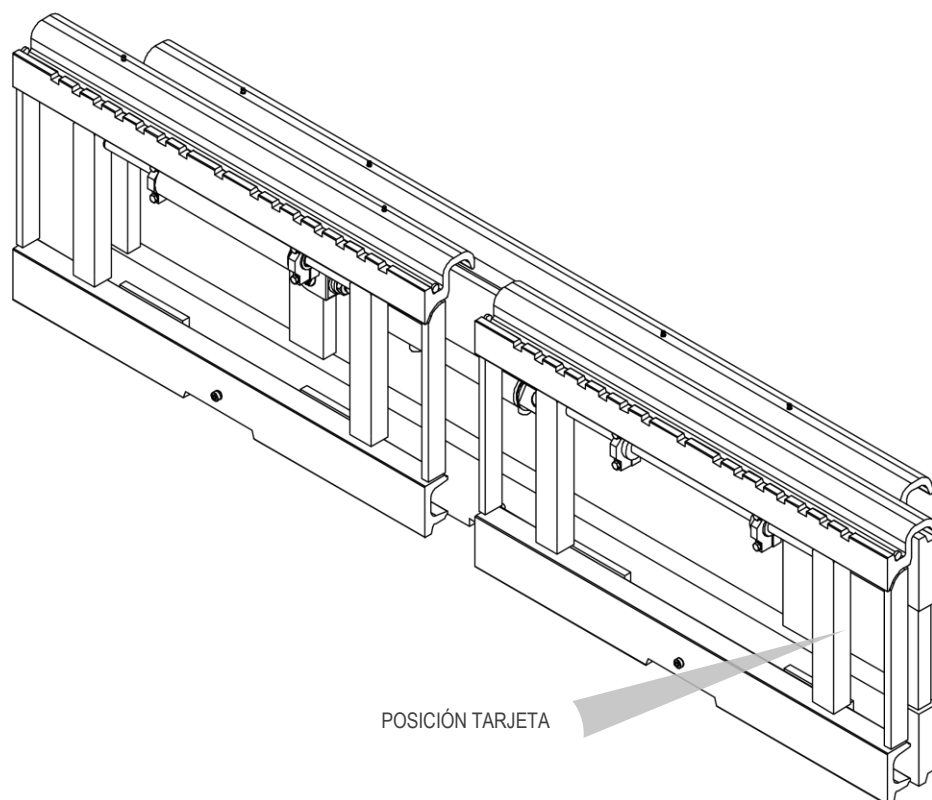

Figura 1
Todos los implementos A.T.I.B. - “DOBLE DESPLAZADOR TIPO 107.2 | TRIPLE DESPLAZADOR TIPO 107.3” son identificados de una tarjeta adhesiva (mira *Tabla 1*) puesta sobre el implemento (la posición de la tarjeta puede variar según el implemento, mira *Figura 1*). Siempre referirse a la matrícula.
7. Para la manipulación, utilice correas o cadenas del tamaño adecuado para el peso del implemento indicado en la tarjeta (mira *Figura 1* y *Tabla 1* a pag. 6).
12. Conecte el circuito hidráulico; asegurándose de que la presión de trabajo de las tuberías sea superior o igual a la indicada en la tarjeta identificadora (mira *Figura 1* y *Tabla 1* a pag.6).
4. Para la manipulación, utilice correas o cadenas del tamaño adecuado para el peso del implemento indicado en la tarjeta (mira *Figura 1* y *Tabla 1* a pag. 6).
9. Conecte el circuito hidráulico; asegurándose de que la presión de trabajo de las tuberías sea superior o igual a la indicada en la tarjeta identificadora (mira *Figura 1* y *Tabla 1* a pag.6).